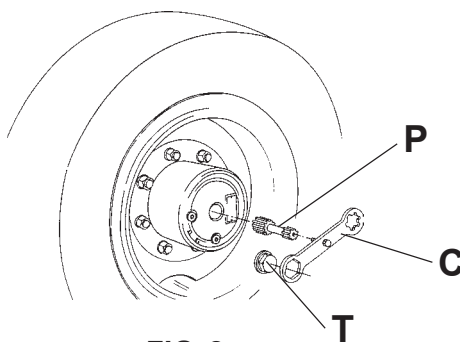

FIG. 2
BIJ SLEPEN is het noodzakelijk de wielen te blokkeren door het verbindingstandrad (P) uit de reduceerklep weg te nemen. Gebruik hiervoor de juiste sleutel en de schroef (C) die bij de uitrusting zit (Fig. 2).
N.B.: Voor het slepen dient men absoluut de stang te gebruiken, als de verbindingstandraden (P) weggenomen zijn heeft de machine geen rem meer.
Nadat de centrale dop (T) is weggenomen, bevestig de schroef M6 (van het daarvoor geschikte gereedschap van de uitrusting) aan het middenstuk van de as om hem te kunnen pakken. Trek hem helemaal uit en plaats de dop weer terug om te voorkomen dat er olie uit kan komen (Fig. 2).